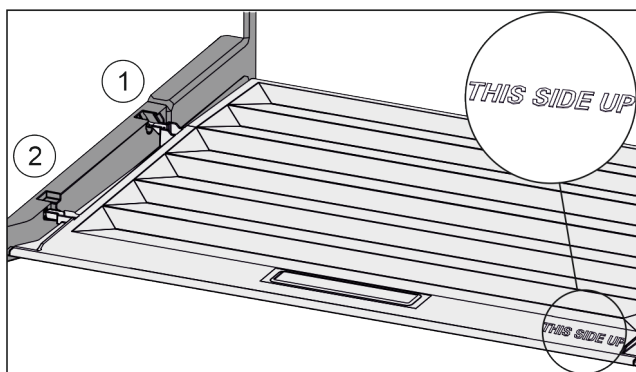

Fig. 90
- ▶ Výstupky veka zavedte cez otvor zadného držiaka Fig. 90 (1) a zaistite vpredu v držiaku Fig. 90 (2).